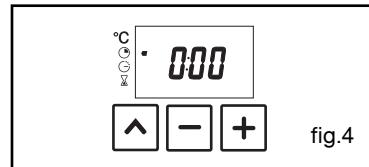

fig.4
- 0:00 wordt weergegeven (fig.4),